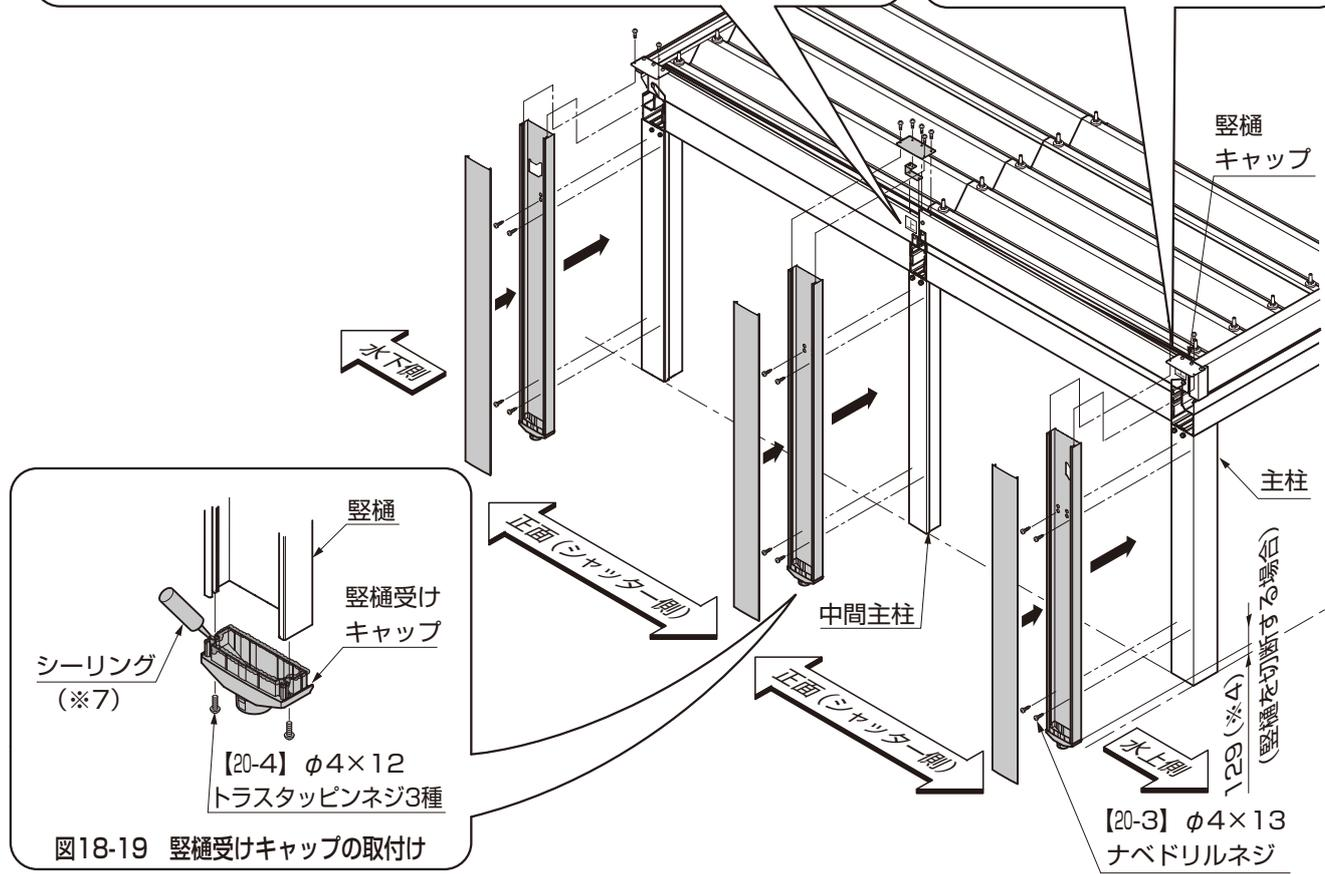

図18-19 縦樋受けキャップの取付け
- ⑩ 縦樋受けキャップ部をシーリングしてください。(※7) (図18-19参照)
- ⑪ 縦樋に縦樋受けキャップを【20-4】で取付けてください。(図18-19参照)
- ⑫ 縦樋に縦樋カバーをはめてください。